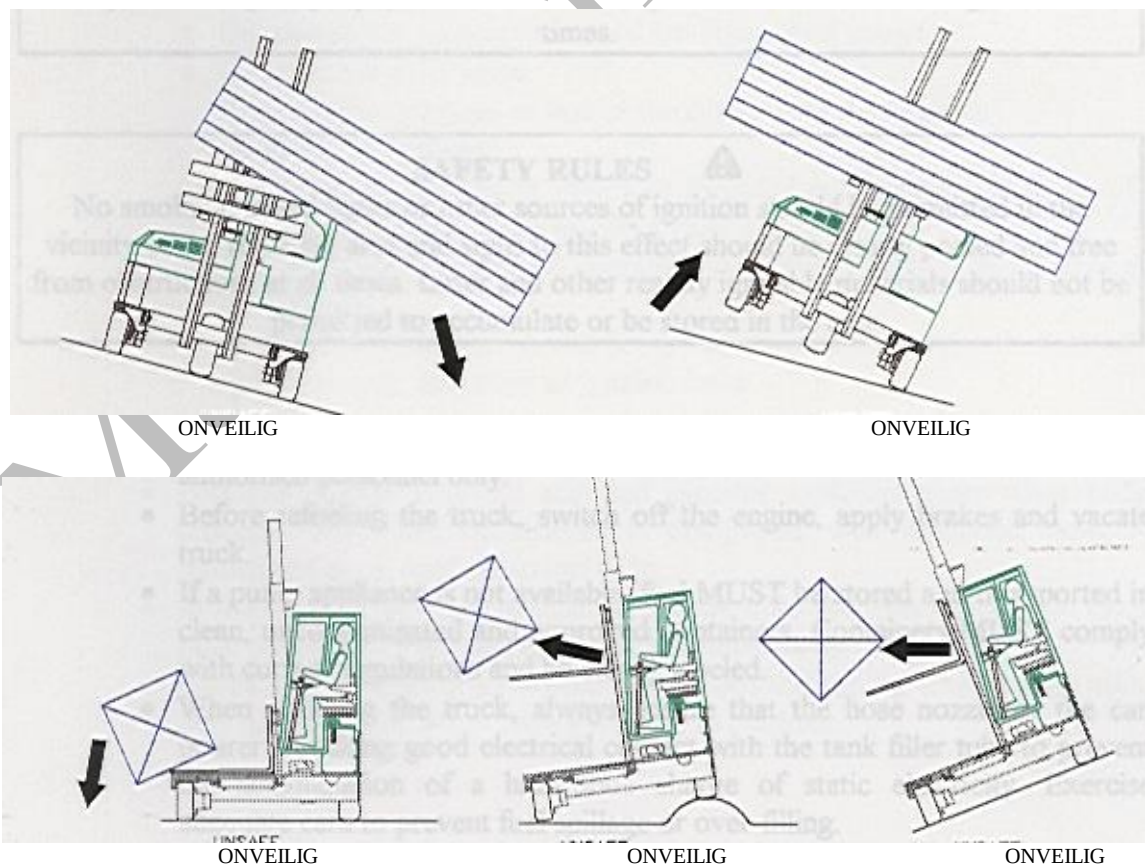

FIG. 1 GEVAARLIJK
- Vervang de retourfilter achteraan in de hydrauliek tank. (zie Fig. 1)